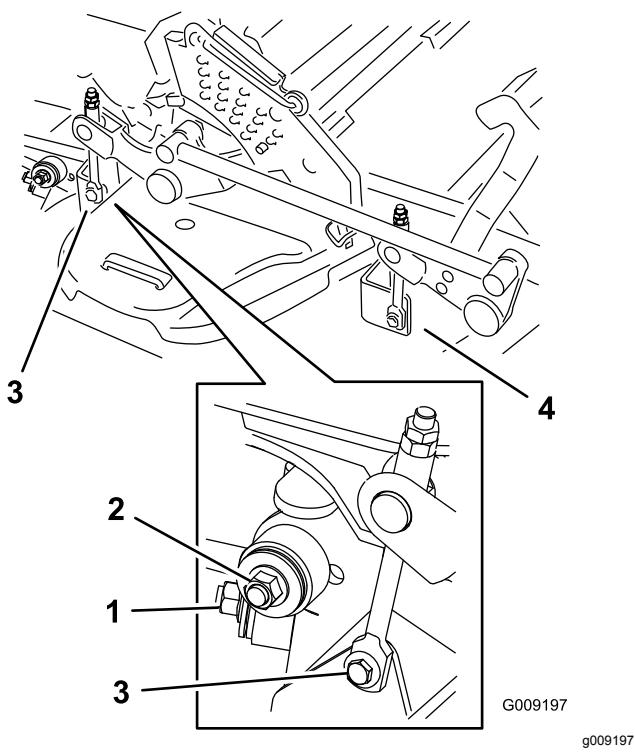

Figura 110
7. Retire y guarde los herrajes de ambos lados de la carcasa, según se muestra en Figura 110.